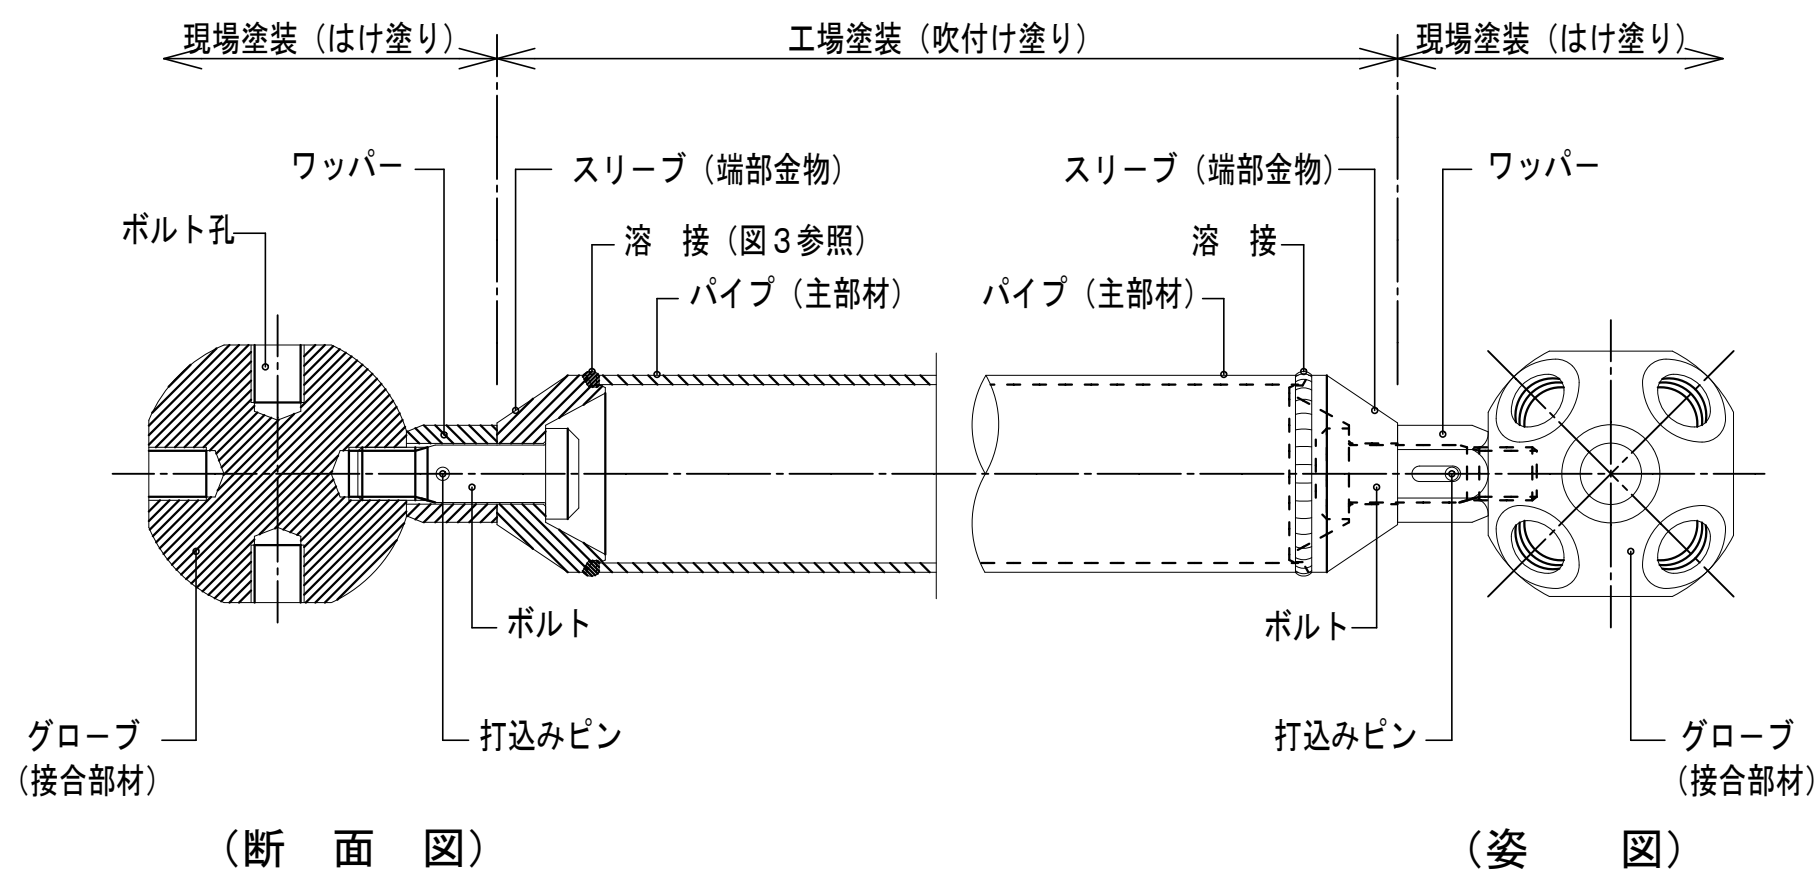

図 1：立体トラス接合部詳細図
- 部材の末端にはボルトが組み込まれており、そのボルトの外側にはナット状のワッパ－がはまっている。このワッパ－は打込みピンでボルトに接合されており、これを回転させることでボルトがグローブにねじ込まれる。（図1参照）
上弦材 部材配置図 1:200
斜材+鉛直材 部材配置図 1:200
下弦材 部材配置図 1:200
二次部材伏図 1:150
A通 立面図 1:150
6通 立面図 1:150